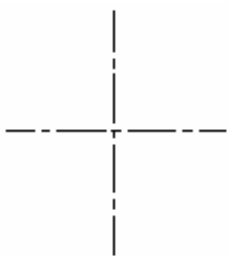
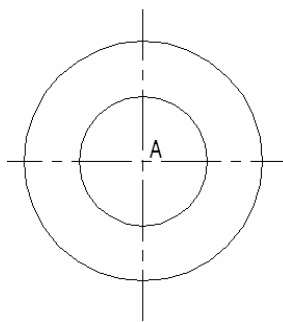

图 3-2
图 3-3
- ① 创建图形文件。选择【文件】/【新建】菜单命令，创建一个新的图形文件。
- ② 选择【格式】/【图层】菜单命令，依次创建“轮廓线”、“细点划线”以及“细实线”3个图层，并设置“轮廓线”的线宽为 0.5mm，设置“细点划线”图层的线型为“CENTER2”。
- ③ 将“细点划线”图层设置为当前图层，选择【直线】工具  绘制两条长度为 24 的线段，图形效果如图 3-2 所示。
- ④ 单击状态栏中的 **对象捕捉** 按钮，使其处于凹下状态，即打开对象捕捉开关。
- ⑤ 将“轮廓线”图层设置为当前图层，选择【圆】工具  绘制两个圆，图形效果如图 3-3 所示。